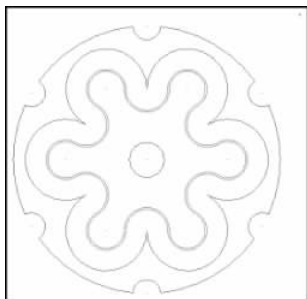

图 5-114 倒角加工路径
(20) 产生的倒角路径如图 5-114 所示。
(21) 单击加工操作管理器中按钮,然后单击按钮,在系统弹出的“实体切削”对话框中,单击“模拟执行”